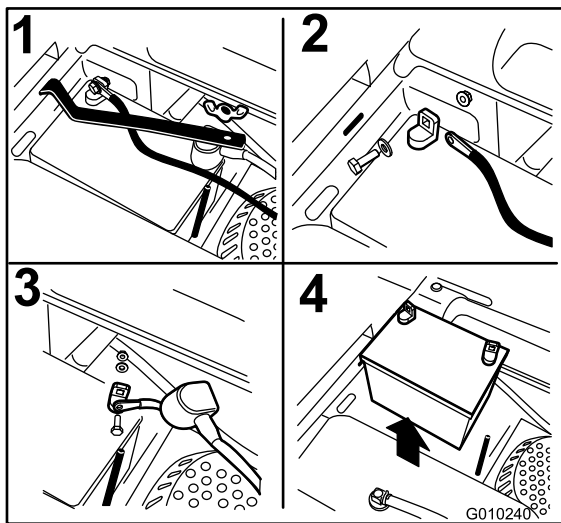

Figure 53
3. Retirez l'écrou à oreilles qui fixe la barrette de maintien de la batterie (Figure 53).
1. Placez la batterie dans son support en tournant les bornes à l'opposé du réservoir de carburant (Figure 53).
4. Fixez les câbles avec 2 boulons, 2 rondelles et 2 contre-écrous (Figure 53).
6. Reposez la barrette et fixez-la avec l'écrou à oreilles (Figure 53).
4. Déposez la barrette (Figure 53).
5. Commencez par débrancher le câble négatif (noir) de la borne négative (-) (noire) de la batterie (Figure 53).
6. Enlevez le capuchon rouge de la borne positive (rouge) de la batterie et débranchez le câble positif (+)(rouge) (Figure 53).